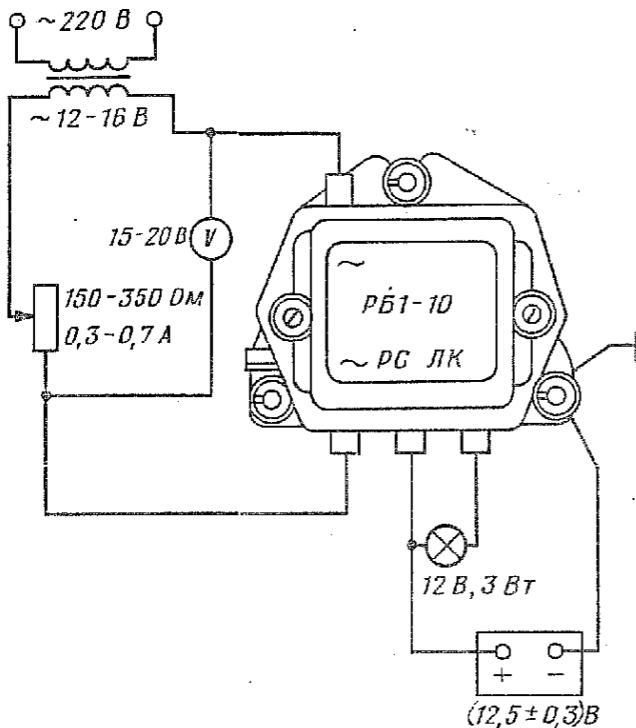

Рис. 89. Схема соединений для проверки реле блокировки
3.2. Подключить реле блокировки к приборам стенд согласно схеме (рис. 89).